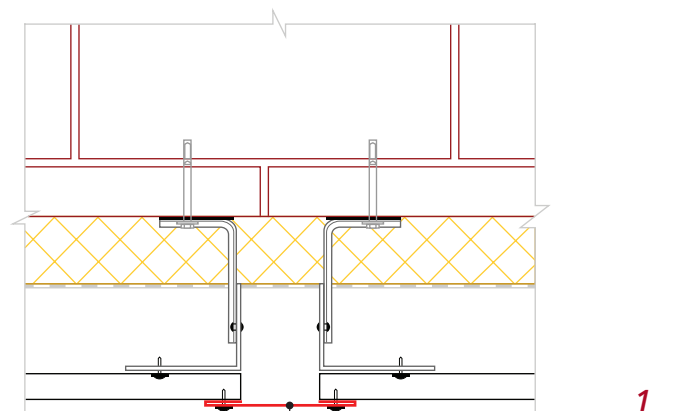

Рис. 13
■ Планку стыковочную простую **1** крепите после монтажа панелей сайдинга (рис. 13). Рекомендуется использовать саморезы ПШС с окрашенной головкой, вытяжные заклепки или кровельные саморезы 5,5х19.